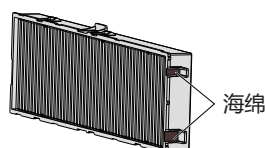

图 1
- 移除或者安装时，请注意不要取下空气过滤网组件侧面的海绵（图 1）。